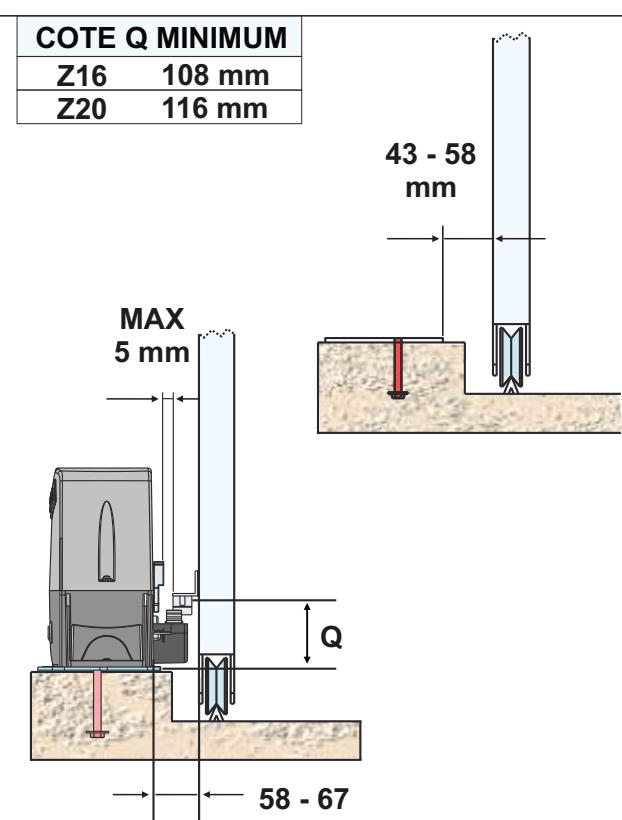

Fig. 4
- 4.3. Avant de sceller la plaque d'ancrage, assurez-vous qu'elle est parfaitement horizontale et que la dimension de **58 - 67 mm** indiquée sur la Fig. 4 est respectée.
6.2. Fixer le motoréducteur à la plaque de fondation à l'aide des 2 écrous fournis, en réglant sa position latérale - Fig. 7 - pour respecter les dimensions indiquées sur la Fig. 4